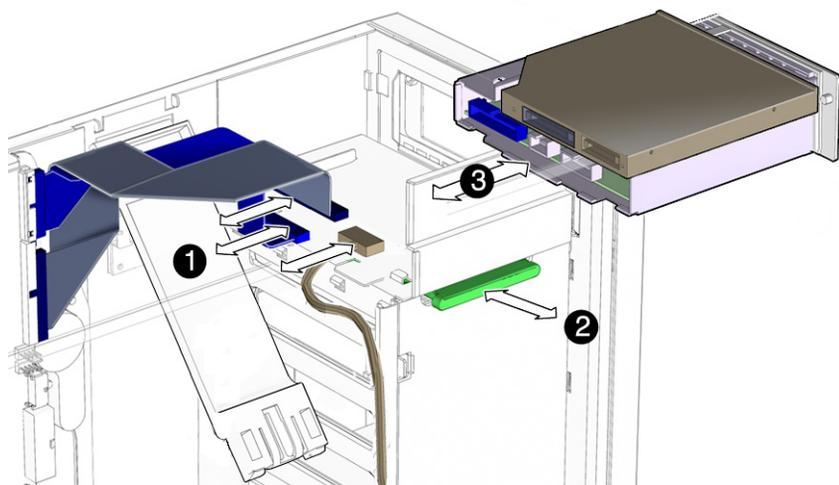

図 6-4 I/O モジュールのアセンブリとケーブル
(1) から (5) については、図 6-4 を参照してください。
- USB 信号ケーブル詳細は、図 6-4 を参照してください。